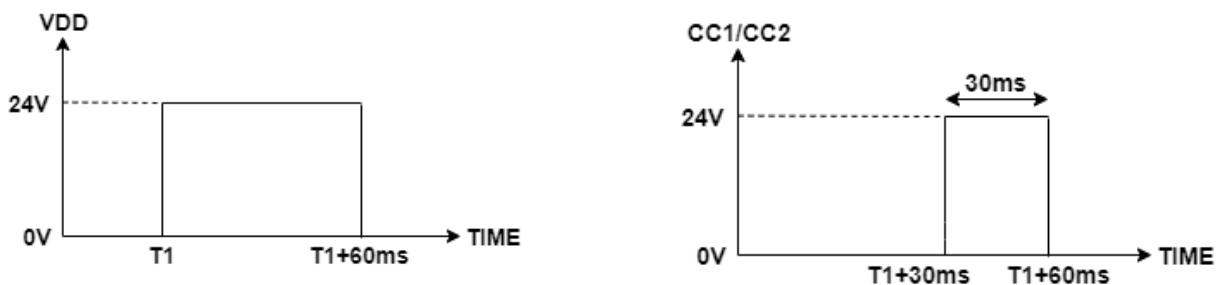

图 3.1: CC1/CC2 最大额定值测试方法
**注意 2:** CC1 和 CC2 的容差按照下列波形进行测试（如图 3.1 所示）：
- (1) 在 T1 时刻，提供 VDD = 24V 电源。
- (2) 在 T1+30 毫秒时，对 CC1/CC2 提供 24V 电源，用于模拟 CC1/CC2 与 VDD（VBUS）短接的情况。
- (3) 在 T1+60 毫秒时，关闭 VDD 和 CC1/CC2 的电源。
- (4) 根据 USB PD 规范，当检测到 SINK 断开连接时，SOURCE 应在 20 毫秒内关闭 VBUS。
- (5) 最大额定值 24V 是典型值，并且是在实验室室温条件下测试。